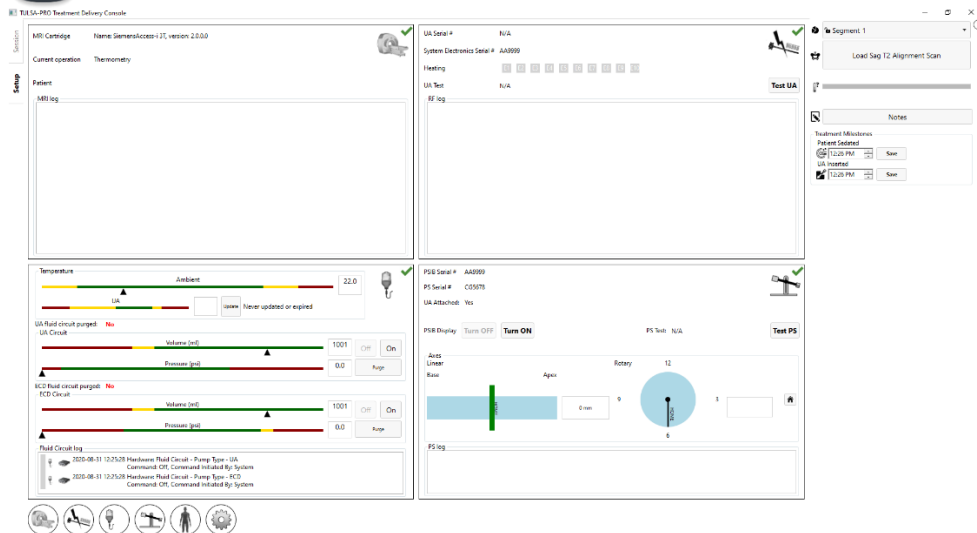
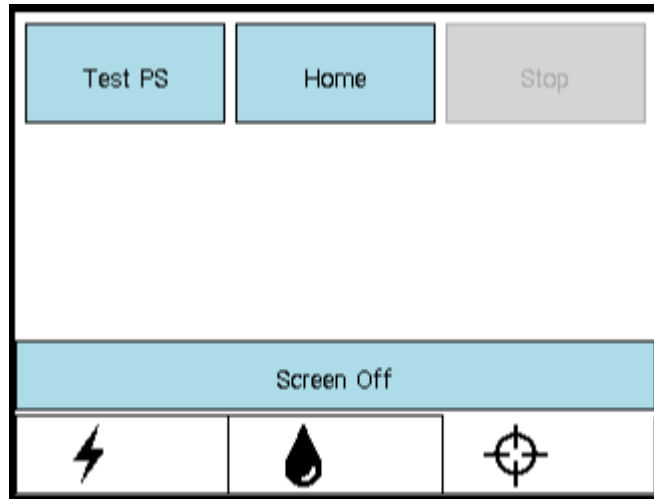
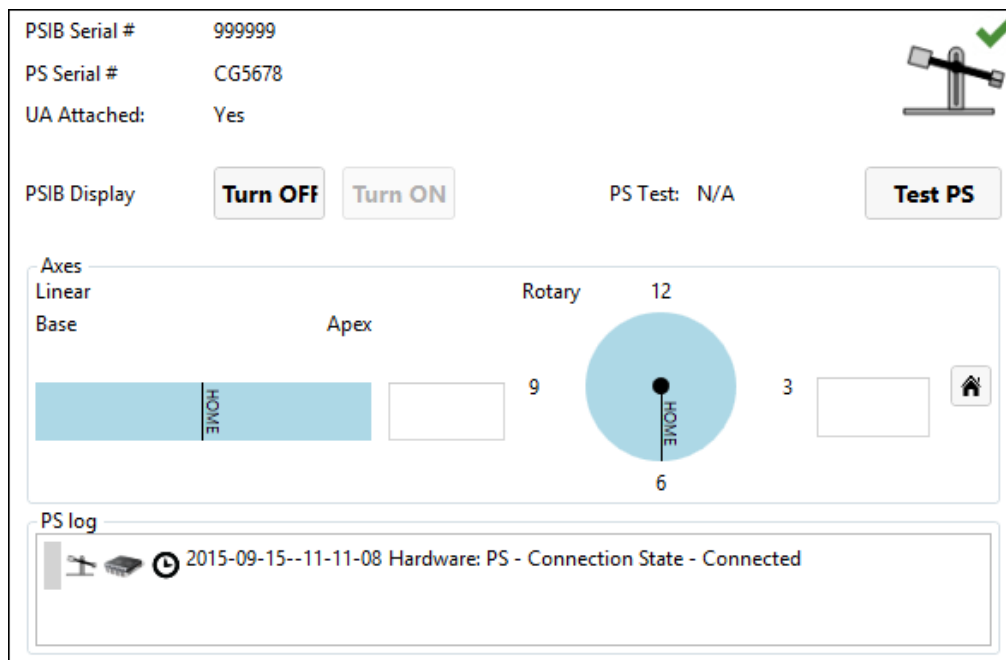

Bild 8: Arbetsytan Setup (inställningar) på behandlingskonsolen
Bild 22: Skärm för positioneringssystemets gränssnittsbox – fliken PS (positioneringssystem)
Bild 23: Informationsruta om positioneringssystemet på arbetsytan Setup (inställningar)
2. När du har valt **New Session** (ny session) öppnas arbetsytan **Setup** (inställningar) (Bild 8) där du kan kontrollera att all utrustning fungerar som den ska innan du fortsätter. En grön bock visas i MR-skärmområdet på arbetsytan Setup (inställningar) om behandlingskonsolens dator och MR-värddatorn kan kommunicera med varandra och en patient för närvarande är öppen med TULSA-PRO ExamCard på MR-konsolen.
2. På skärmen för positioneringssystemets gränssnittsbox klickar du på **Test PS** (testa positioneringssystem) (*Bild 22*). (Detta kan även göras från arbetsytan *Setup* (inställningar) på behandlingskonsolen (*Bild 8*) i informationsrutan om positioneringssystemet i det nedre högra skärmområdet (*Bild 23*).